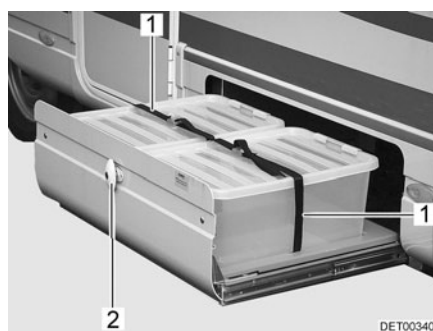

Fig. 47 Rallonge pour caisses
- Ouvrir la serrure du portillon (Fig. 47,2) comme décrit ci-dessus.
- Desserrer les courroies de serrage (Fig. 47,1).